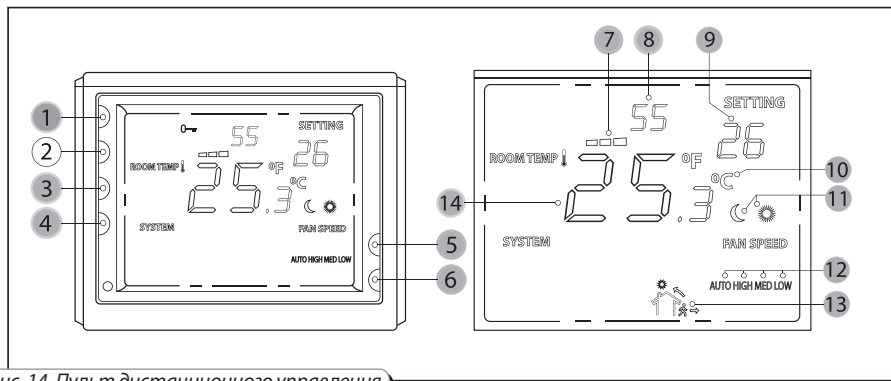

Рис. 14. Пульт дистанционного управления
После аварийного сигнала циркуляционный насос будет задействован независимо от предыдущего режим работы. После выяснения и устранения причины неисправности необходимо разблокировать аварию, нажав кнопку пуска (1) на пульте управления (см. рис. 14).
Установка оснащена дистанционным пультом управления (рис. 14), который обеспечивает следующие функции:
Включение/выключение установки осуществляется кнопкой (1), рис. 11. Расход воздуха (LOW, MED, HIGH или AUTO) устанавливается последовательным нажатием кнопки (3) см. рис. 14, при этом устанавливаемая скорость отображается на экране пульта управления. Установка режима «день» / «ночь» осуществляется кнопкой (4). Для переключения системы из режима «день» в режим «ночь» необходимо нажать кнопку (4) и удерживать ее в течении 3 с. В режиме «ночь» поддерживается минимальная температура приточного воздуха, установленная в сервисном меню - от +18 °C до +25 °C (режим работы вентиляторов не изменяется). Установленный режим отображается на экране пульта управления (11). Установка желаемой температуры приточного воздуха осуществляется кнопками (5) и (6), при этом устанавливаемая температура отображается на экране пульта управления (9).